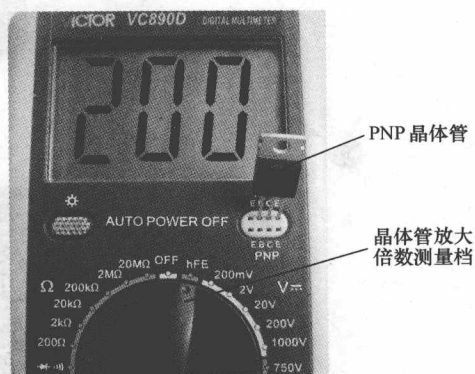

图1-9 晶体管放大倍数的检测技巧
(8) 晶极管放大倍数的检测技巧
① 测前准备。将旋钮旋置“hFE”,将被测PNP型晶极管的b、e、c三只引脚插入面板右中部上的PNP上的B、E、C插孔中。
② 测量。检测技巧如图1-9所示,确认上述操作完成后,在数字显示屏稳定后的数字即是该PNP管的放大倍数。如显示屏上显示的数字为200,则表明被测晶体管的放大倍数为200。